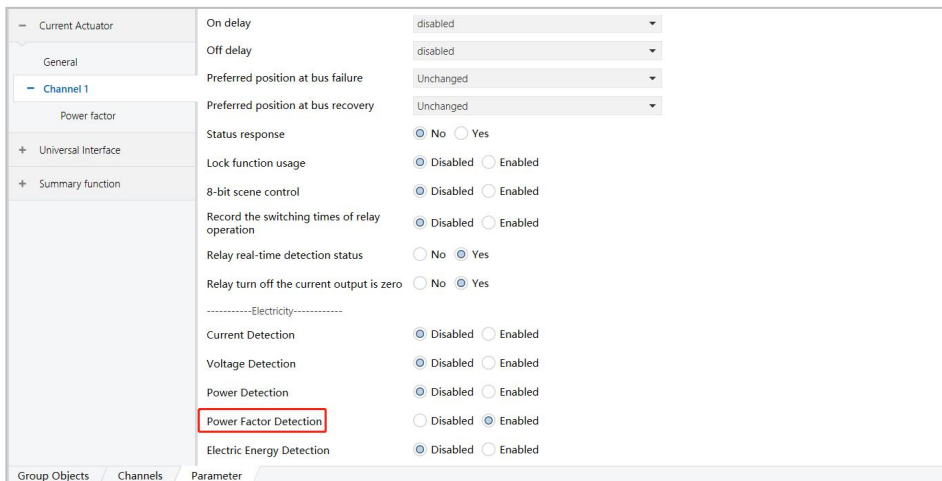

图 6.2.7
1) 参数 “Power Factor Detection” 表示功率因数检测，选择 “Enabled” 时启用该功能，出现红色方框内选项，如图 6.2.7 所示；